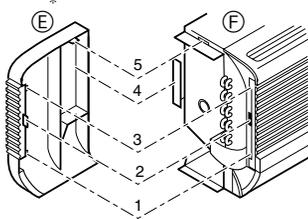

Fig. 3-9
* Structure du panneau latéral et du corps de l'appareil (Fig. 3-9)